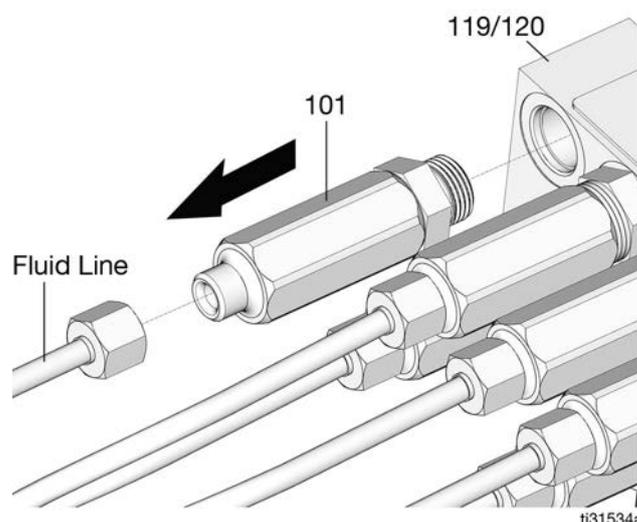

FIG. 45
- b. Retire la línea de alimentación. Con una llave de vaso de 5/8", saque el inyector (101) del colector (119/120) (FIG. 45).